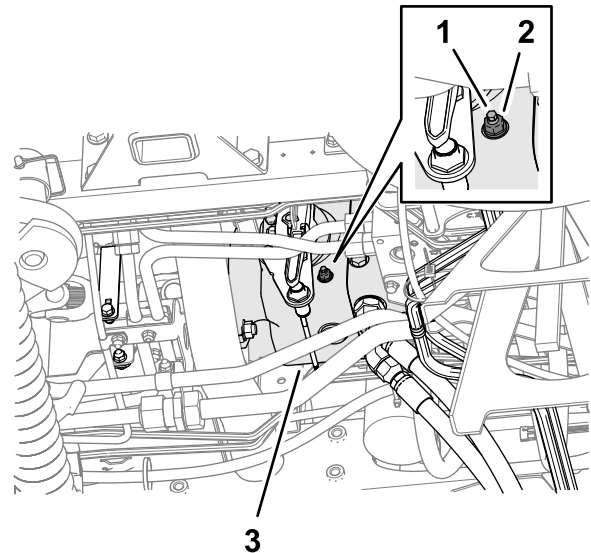

Bild 132
3. Lösen Sie von der Unterseite der Maschine aus und auf der rechten Seite der Traktionspumpe die Sicherungsmutter, mit der die Schraube zur Einstellung der Leerlaufückstellung befestigt ist (Bild 132).